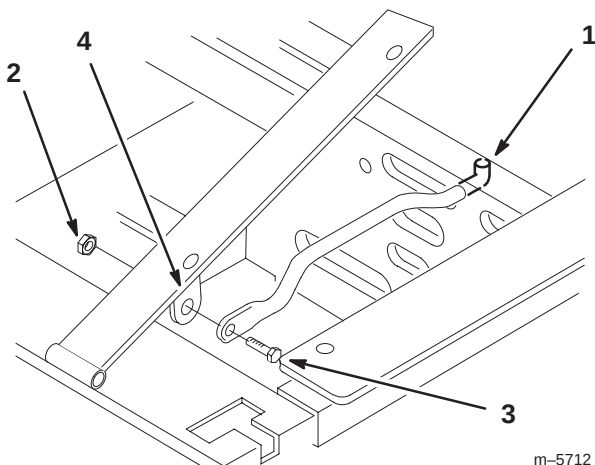

Figure 3
1. Basculez le siège en avant. Enlevez le contre-écrou (5/16") qui est vissé sur le boulon fixant la tige sur l'armature du siège (Fig. 3).
2. Retirez la tige du siège et insérez l'extrémité en L dans le trou situé juste au-dessus du côté gauche de la pompe hydraulique (Fig. 3).
3. Placez la tige à l'extérieur de la patte de montage du siège et fixez-la en place à l'aide du boulon (5/16 x 1") et du contre-écrou (5/16") (Fig. 3).